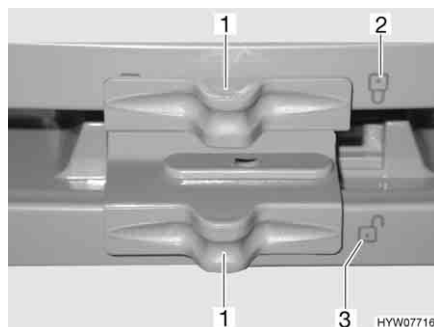

Fig. 121 Bloccaggio della porta del frigorifero/del vano congelatore (serie Dometic 7 con vano congelatore separato)
- Spingere il bloccaggio (Fig. 121,1) di lato in modo che la serratura aperta "U" (Fig. 121,3) sia visibile.
- Spingere il bloccaggio (Fig. 121,1) di lato in modo che la serratura aperta "U" (Fig. 121,2) sia visibile.